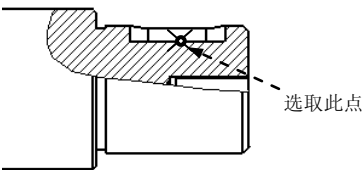

图 3.8.31 选择放大图的中心点
Step3. 在系统  在一现有视图上选取要查看细节的中心点。的提示下，在图样的边线上选取一点（在视图的非边线的地方选取的点，系统不认可），此时在选取的点附近出现一个十字线，如图 3.8.31 所示。